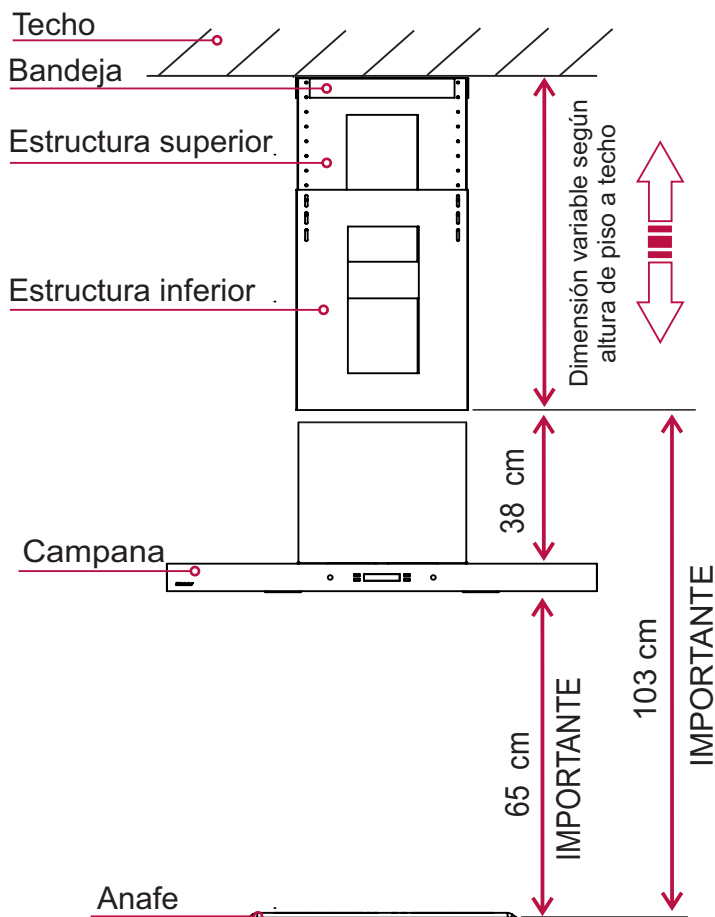

Figura 4
Paso 3: Colocar la estructura inferior (la más grande de las estructuras) por fuera de la estructura superior. Regularla y dejarla a una altura de 103 cm entre el anafe o cocina y el borde inferior de la estructura inferior. Ajustar con los tornillos suministrados. Es muy importante respetar esta medida para la correcta extracción del aire. (ver figura 4).